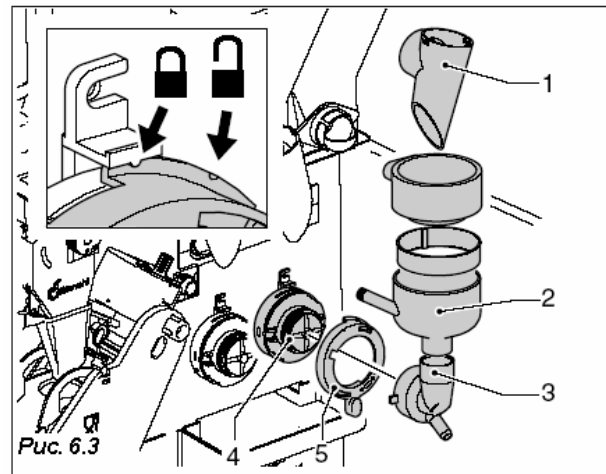

Рис. 6.3
- воронки и раздаточные лотки (Рис. 6.3, поз. 1);
- воронку для воды (2), смесительные емкости (3), основание смесителя (4) и кольцо (5)